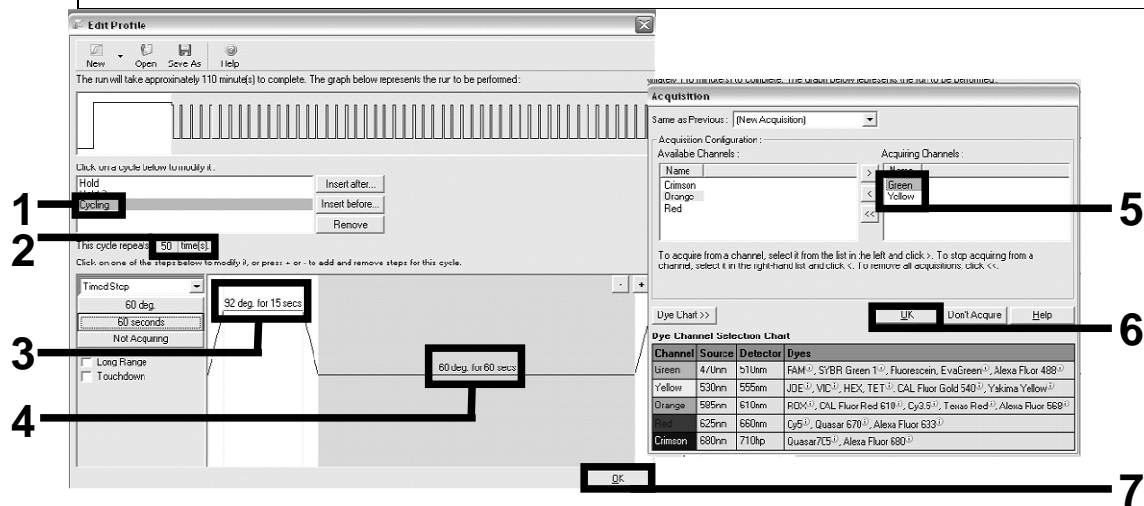

Figura 5. Amplificazione del DNA.
Amplificazione del DNA	Figura 5
13. Cliccare sul pulsante “Edit Profile” (modifica profilo) nella successiva finestra di dialogo “New Run Wizard” e programmare il profilo di temperatura come mostrato nella Tabella 4 e nella Figura 5. Assicurarsi di aggiungere l'ultima fase di acquisizione a 60°C, per ogni ciclo, per entrambi i canali Green (FAM) [verde (FAM)] e Yellow (VIC) [giallo (VIC)].